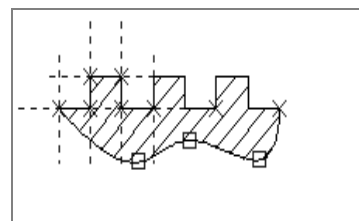

Рисунок 31 – Порядок построения штриховки и линии обрыва
2.1.4 Постройте линию обрыва и выполните штриховку. Порядок выполнения: построить сплайновую кривую (практическое задание № 1, пункт 2.4.6). Вызвать команду , установить  автоматический режим поиска контура. Указать курсором внутрь области, которую нужно заштриховать, она подсветится. Подтвердить выбор контура опцией  (рисунок 31).